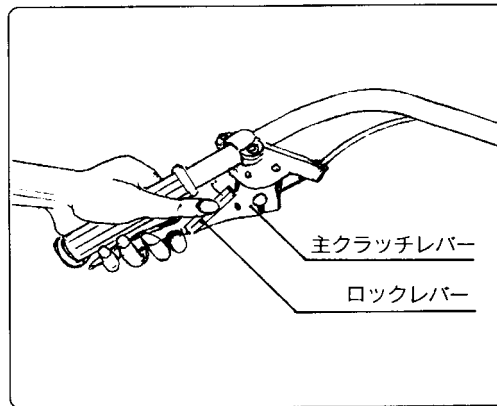

図10
- 1) クラッチを入れるには、ハンドル左側のレバーを握ります。左手でレバーを握ると、クラッチストッパーがカチリと入り、クラッチがロックされます。(図10)